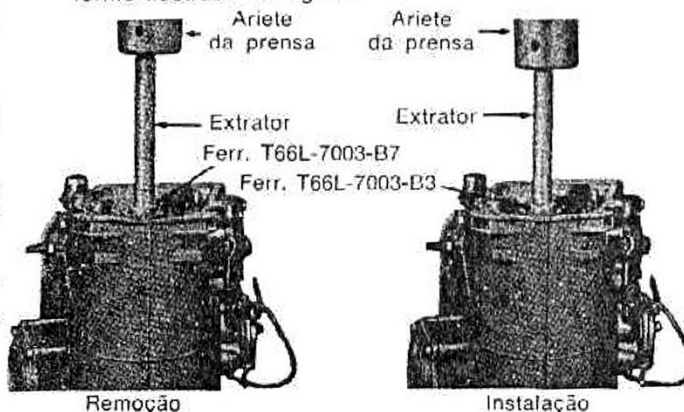

fig. 62 — substituição da bucha da caixa da transmissão
1. Remover a bucha da caixa da transmissão conforme ilustrado na fig. 62.
2. Instalar a bucha na caixa da transmissão com auxílio da ferramenta ilustrada na fig. 62.